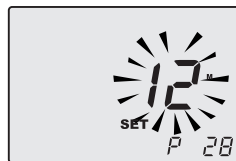

Figura 5.3
- Scorrere i vari parametri utilizzando i tasti 7 o 8 fino a far apparire sul display LCD le lettere **P28** e il valore del parametro, indicanti l'entrata nel "parametro 28" (Figura 5.3).